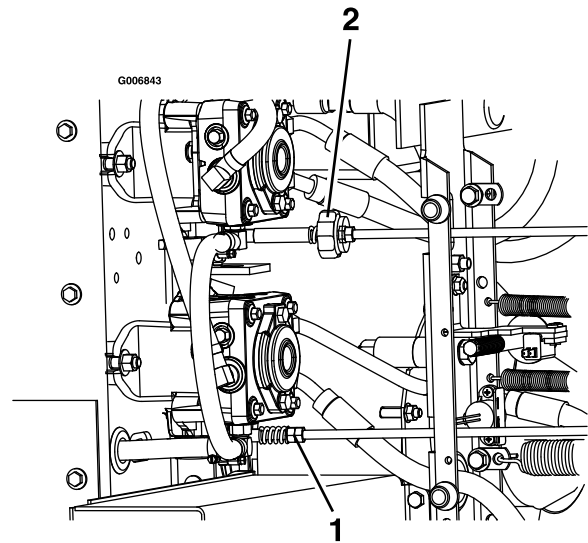

Figure 63
9. Pour obtenir la position POINT MORT, réglez les tringleries de commande de pompe droite et gauche qui relient la commande de direction aux bras de commande de pompe jusqu'à ce que la roue s'arrête de tourner ou tourne légèrement en sens inverse (Figure 63).
11. Réglez la tringlerie de pompe droite en utilisant une clé pour tourner les doubles écrous sur l'ensemble (Figure 63).